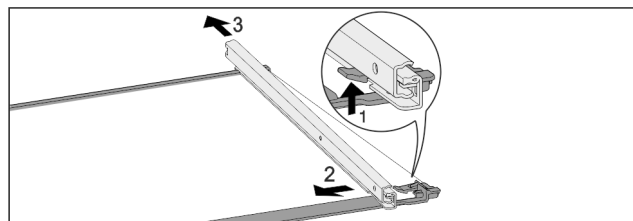

Fig. 122 Płyta szklana z szynami
- ▶ Wcisnąć przedni hak ryglujący do góry. Fig. 122 (1)
- ▶ Wysunąć prowadnicę w bok Fig. 122 (2) i do tyłu Fig. 122 (3).